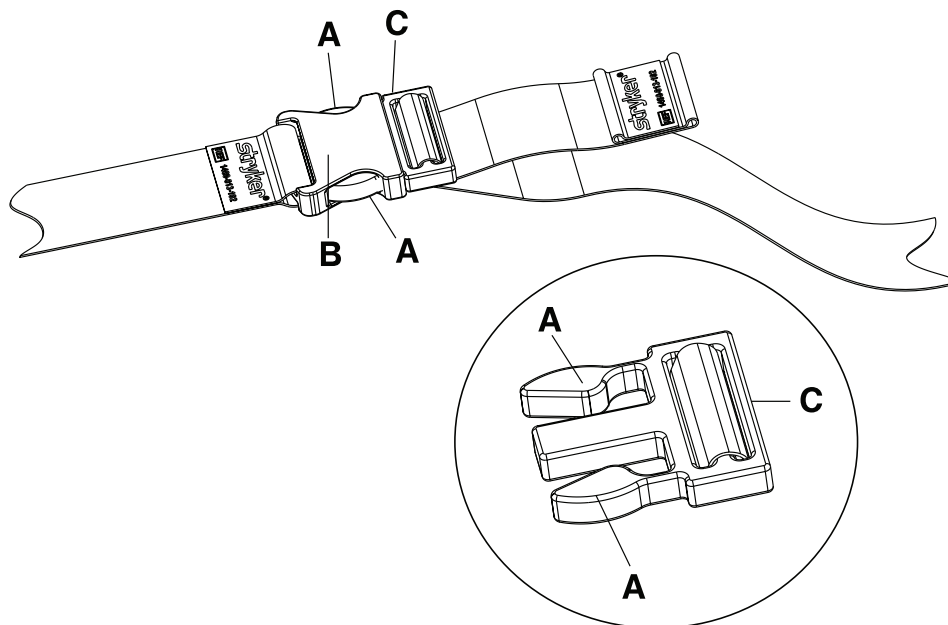
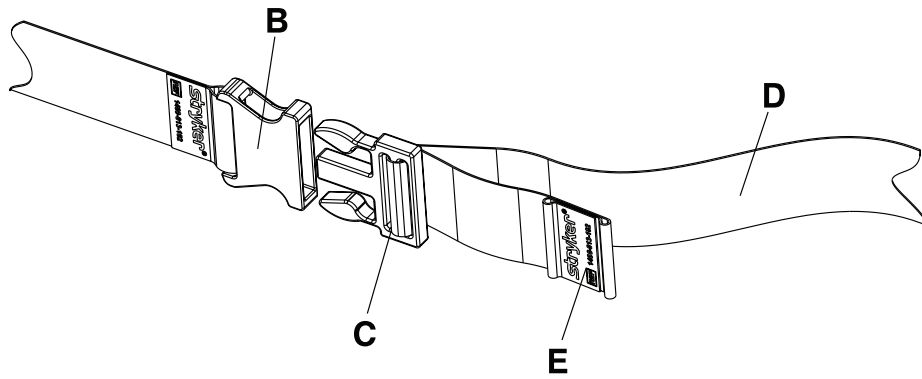

Figura 6-16: Slacciamento della cintura
Figura 6-17: Allacciamento della cintura
- Per slacciare la cintura (Figura 6-16 a pagina 6-28):**
- Afferrare e premere le linguette (A) che si trovano sulla chiusura della fibbia.
- Tirare contemporaneamente l'attacco (B) e la chiusura (C) della fibbia per separarli e slacciare la cintura.
- Per allacciare la cintura (Figura 6-17 a pagina 6-29):**
- Spingere la chiusura (C) nell'attacco (B) della fibbia fino a quando non si avverte uno scatto.
- Afferrare con una mano la chiusura della fibbia (C) (Figura 6-16 a pagina 6-28).
- Afferrare la cinghia (D) con l'altra mano (Figura 6-17 a pagina 6-29).
- Tirare la cinghia attraverso la chiusura della fibbia (C) fino ad ottenere la lunghezza desiderata.
- Afferrare con una mano l'attacco della fibbia (B) (Figura 6-16 a pagina 6-28).
- Afferrare con l'altra mano l'orlatura della cinghia (E) (Figura 6-17 a pagina 6-29).
- Assicurarsi che la chiusura della fibbia (C) sia ben fissata. Evitare che la parte inutilizzata della cinghia rimanga penzolante o si incastri fra le ruote.